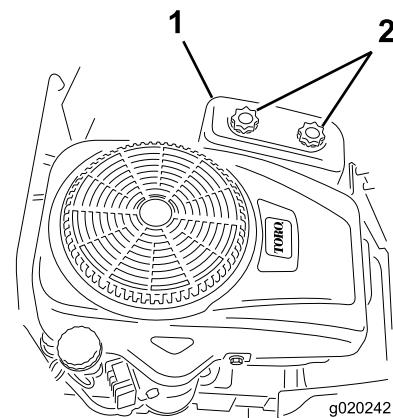

Bild 36
4. Schrauben Sie die zwei Handräder ab, um die Luftfilterabdeckung abzunehmen (Bild 36).
3. Setzen Sie die Luftfilterabdeckung auf und ziehen Sie die zwei Handräder an (Bild 36).